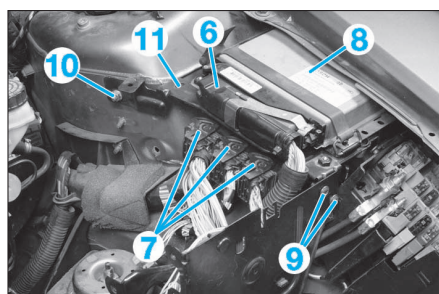

FIG. 52
- les vis (2).
- le clip (3).
- la vis (4).
- la cloison (5).
- le connecteur (6) (Fig.52) du calculateur de boîte de vitesses automatique (selon équipement).